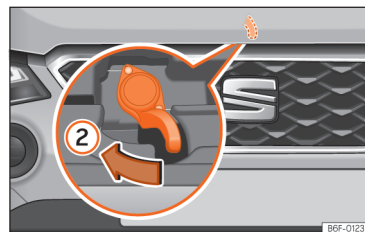

Fig. 179 Alavanca sob o capô.
• Para levantar o capô, pressione para a esquerda com a palma da mão para baixo a alavanca situada sob o capô, no centro »» Fig. 179 ②. Os ganchos de fixação ficam desbloqueados.